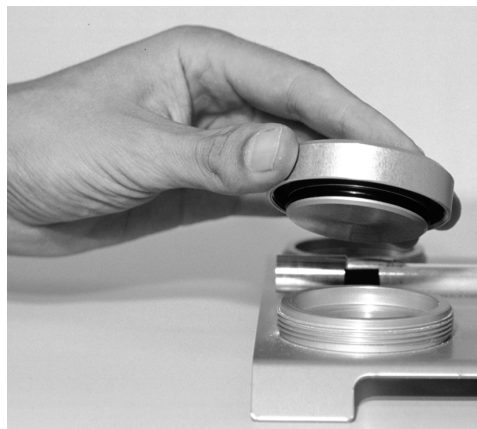

図 2.1 密閉用保護カバーを校正用ボトル取り付け架台にはめ込む
1. 校正器を梱包から取り出してください。校正用ボトルの密閉用保護カバーを開けます。ベースのプレート(取り付け架台)から測定用のフタを取り外し、密閉用保護カバーを代わりにプレート(取り付け架台)の同じ位置にはめ込みます。(図 2.1 参照)